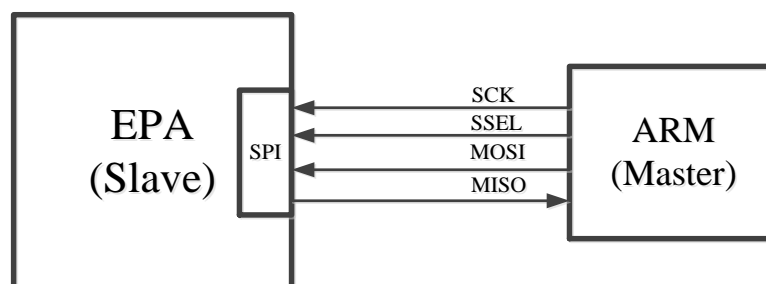

图 3 ARM 与 FPGA 之间的 SPI 通信实现方式
- (1) 实现 ARM 与 FPGA 通过 SPI 接口进行字节流传输（ARM 作主机，FPGA 作从机）；
- (2) 在(1)实现的基础上，自定义字节流的数据格式规范（用于解析字节流中的地址和数据信息）；
- (3) 在(2)实现的基础上，SPI 通信驱动模块需要向 CPU_TOP 模块提供数据接口（统一参照已经开发完成的并口通信方式，以便后续的接口管理开发工作），各功能模块之间的结构关系如图 3 所示，